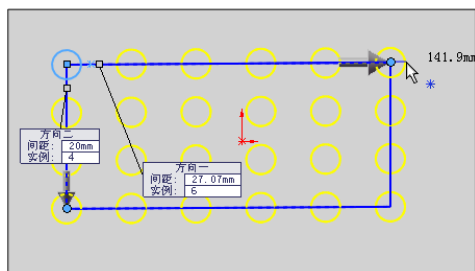

图 2-27 拖动所选点来改变阵列间距
(4) 单击绘图区可实现预览，以查看整个排列。
(5) 如果要生成一个二维排列，重复步骤(3)，在“方向 2”栏中设置排列。
(6) 也可以通过拖动排列预览中所选的点来改变间距和角度，如图 2-27 所示。